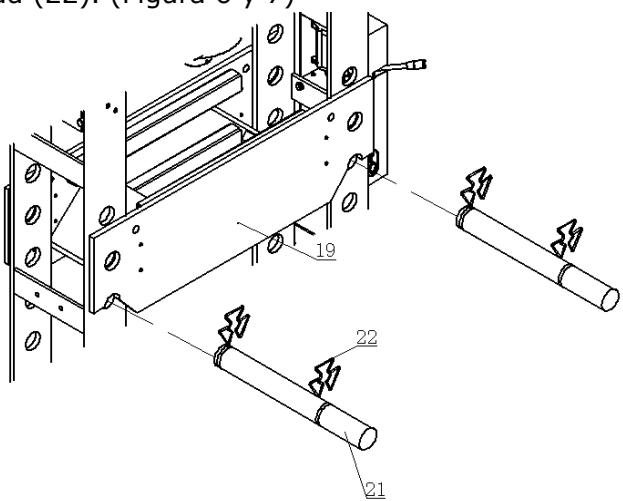

Figura 6
Colocar la mesa de la prensa (19) a la altura correcta, luego inserte el pasador de seguridad (21) en los orificios del marco y cierre con los anillos de seguridad (22). (Figura 6 y 7)